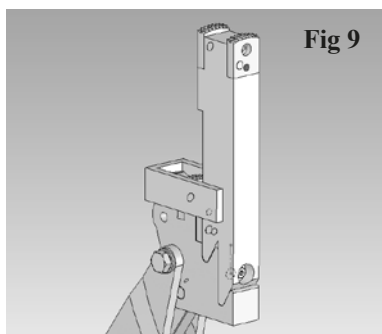

Fig 9
**Forlængerholdere til kæber – 4 stk. (Fig. 9)**